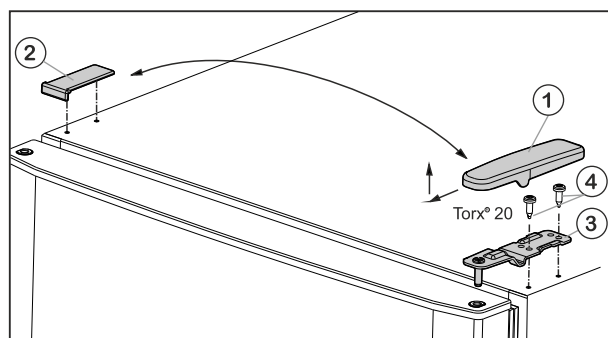

Fig. 5
- ▶ Wyjąć osłonę Fig. 5 (1) do przodu i do góry.
- ▶ Podnieść osłonę Fig. 5 (2).
- ▶ Odkręcić górną płytkę zawiasu Fig. 5 (3) (2 razy Torx® 20) Fig. 5 (4) i wyjąć ją do góry.
- ▶ Założyć górne drzwi na środkową płytkę zawiasu (13).
- ▶ Włożyć w drzwi górną płytkę zawiasu Fig. 5 (3) po nowej stronie zawiasów.
- ▶ Dokręcić górną płytkę zawiasu (z siłą 4 Nm) (2 razy Torx® 20) Fig. 5 (4). Ewentualnie użyć wkrętarki akumulatorowej.
- ▶ Założyć osłonę Fig. 5 (1) od zewnątrz odpowiednio po przeciwległej stronie i zażebić.
- ▶ Założyć osłonę Fig. 5 (2) od góry odpowiednio po przeciwległej stronie i zazębnić.